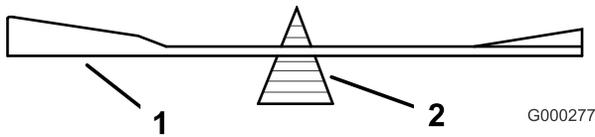

Figura 93
- Verifique el equilibrio de la cuchilla colocándola sobre un equilibrador de cuchillas (Figura 93).